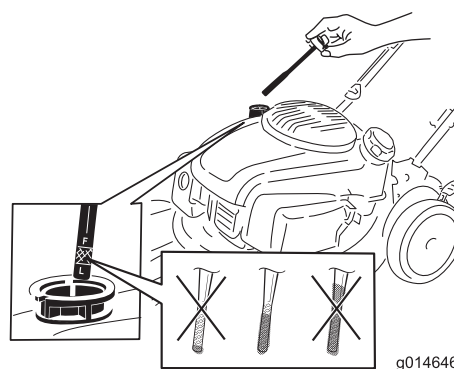

Figura 9
1. Retire la varilla, límpiela con un trapo y vuelva a colocarla en el tubo de llenado, **sin enroscarla** (Figura 9).
2. Retire la varilla y compruebe el nivel de aceite (Figura 9). Si el nivel de aceite está por debajo de la marca Añadir de la varilla, vierta aceite **lentamente** por el tubo de llenado hasta que el nivel llegue a la marca de Lleno de la varilla. **No llene demasiado.** (Capacidad máxima: 0,65 L (22 onzas), tipo: aceite detergente 10W-30 o SAE 30, con clasificación de servicio API SJ o superior.)